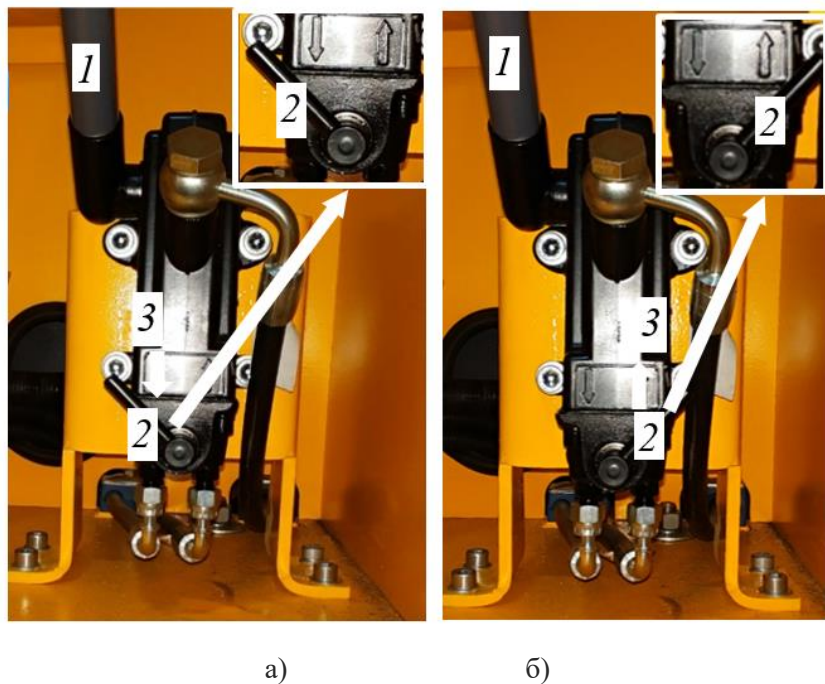
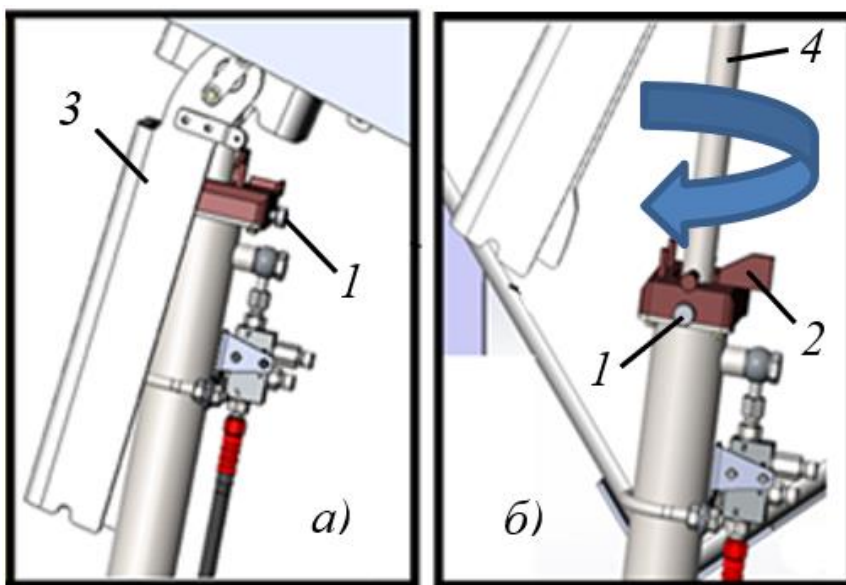
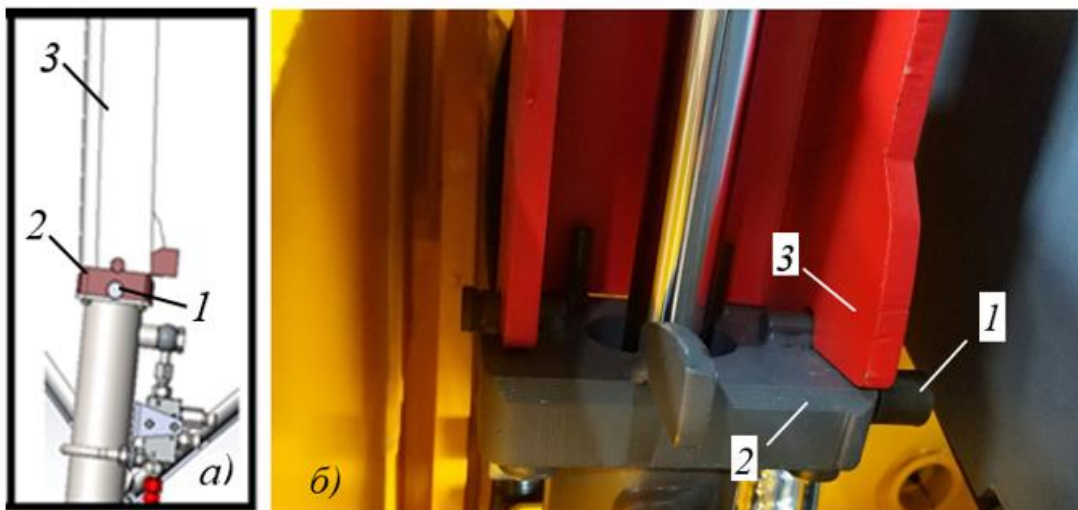
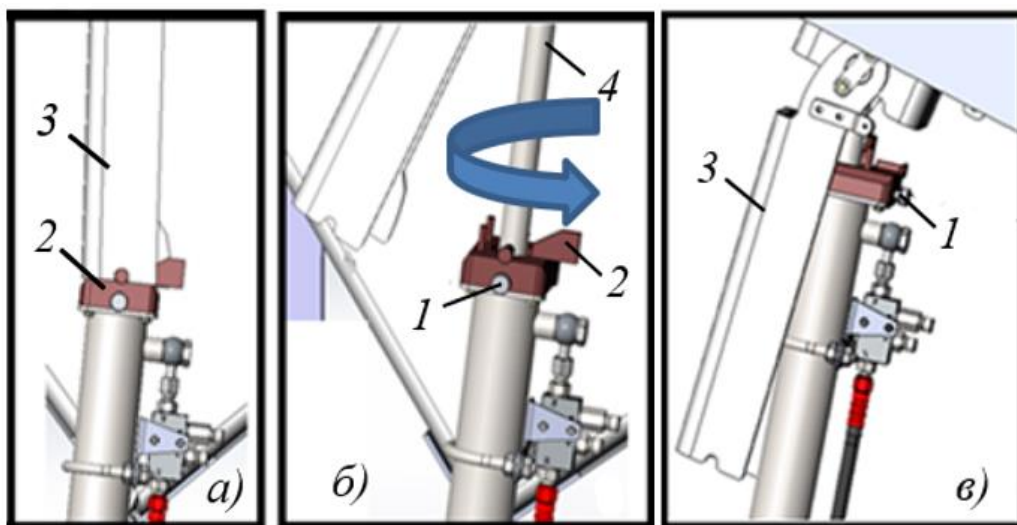

Рисунок 3.10. Насос подъема/опускания кабины
Рисунок 3.11. Механизм подъема кабины
Рисунок 3.12. Блокировка положения кабины
Рисунок 3.13. Механизм подъема кабины
- ▶ Установить съемный рычаг 1 в насос, рис. 3.10.
Флажок на насосе должен быть установлен в положение подъема кабины, Рисунок 3.10б.
- Качая съемный рычаг 1, Рисунок 3.10, вверх и вниз, поднять кабину (шток гидроцилиндра выдвинут на максимальное расстояние вверх 4, Рисунок 3.11).
- Ослабить винт фиксатор опоры блокиратора (стопор) 1, рис. 3.11а
- Повернуть опору блокиратора 2, рис. 3.11б, по часовой стрелке на 90°, затянуть фиксатор опоры блокиратора 1, рис. 3.11б.
- Перевести флажок на насосе в сторону опускания кабины, рис. 3.10а.
- Качая рычагом 1 рис. 3.10а, опустить кабину до совмещения упора 3 с опорой блокиратора 2, рис. 3.12.
- Установить съемный рычаг 1 в насос рис. 3.10;
- Переместить флажок на насосе в сторону подъема кабины поз. 2 рис.3.10б;
- Качая съемный рычаг 1 рис. 3.10 вверх и вниз, освободить упор 3 рис. 3.13а от опоры блокиратора 2 рис. 3.13а (шток гидроцилиндра 4 выдвинут на максимальное расстояние рис. 3.13б);
- ▶ Ослабить винт 1 рис. 3.13б фиксатор опоры блокиратора;
- ▶ Повернуть опору блокиратора 2 рис. 3.13б против часовой стрелки на 90°, затянуть фиксатор опоры блокиратора 1 рис. 3.13в;
- ▶ Переместить флажок на насосе 2 в сторону опускания кабины рис. 3.10а
- ▶ Демонтировать съемный рычаг 1 из насоса Рисунок 3.10;